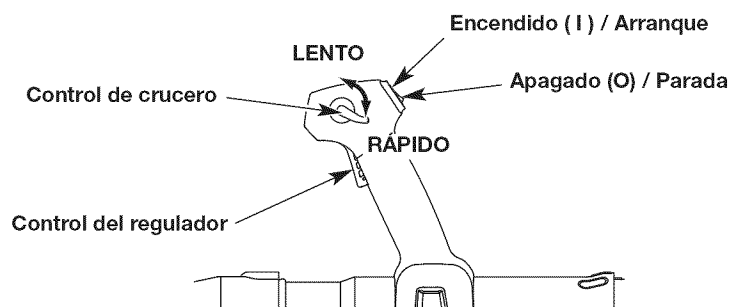

Fig. 7
NOTA: No hay necesidad de encender la unidad. El interruptor de Encendido/Apagado debe estar en la posición ENCENDIDO (I) en todo momento (Fig. 7).
5. Mueva el control de crucero a la posición RÁPIDO (Fig. 7).
2. Oprima y no suelte el interruptor de control de Encendido y Apagado en la posición APAGADO (O) hasta que el motor se detenga por completo (Fig. 7).
- Utilice el control de crucero para facilitar el funcionamiento continuo (Fig. 7).